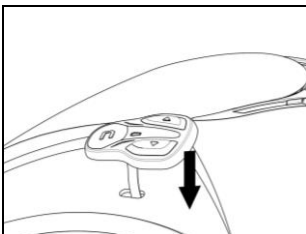

Fig. 4
- Pasar el cable del teclado por el agujero presente en la calota exterior (Fig. 4).